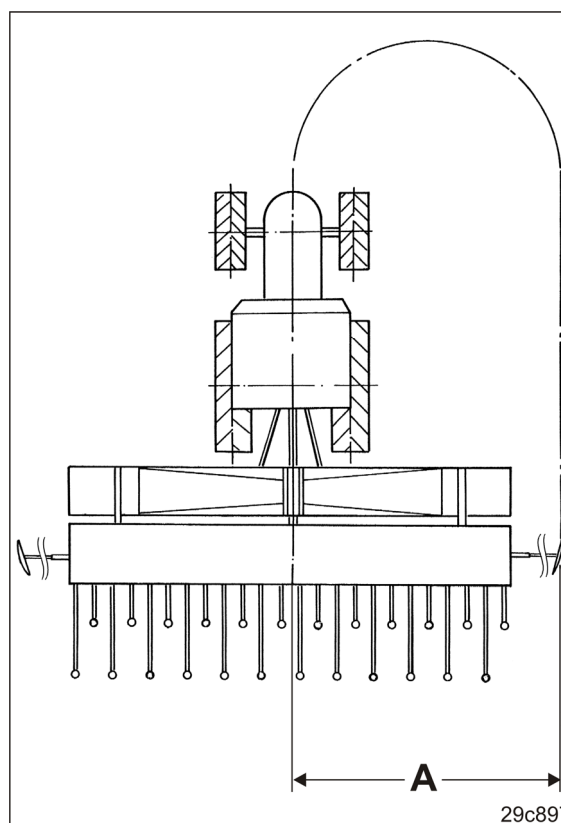

Bild 171
- 4.4 Ställ in spårmarkörlängden till längden A (se tabell Bild 171).